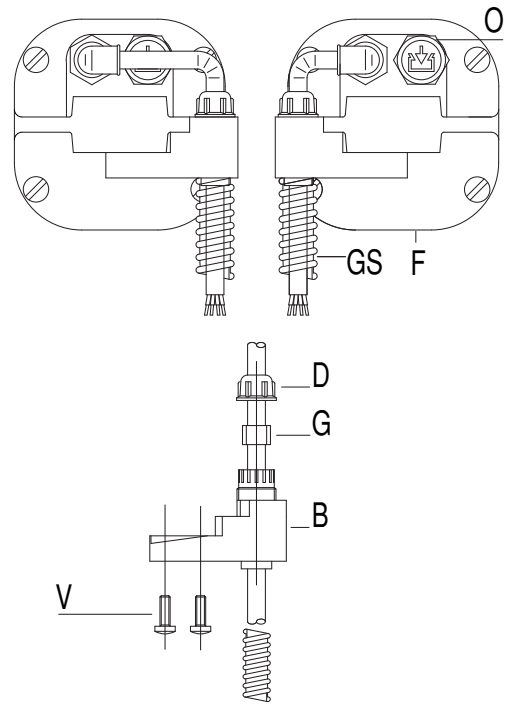

Fig. 19
Predisporre l'impianto elettrico (fig.19) facendo riferimento alle norme vigenti per gli impianti elettrici. Tenere nettamente separati i collegamenti di alimentazione di rete dai collegamenti di servizio (fotocellule, coste sensibili, dispositivi di comando ecc.).
Realizzare i collegamenti dei dispositivi di comando e di sicurezza in armonia con le norme per l'impiantistica. In fig.19 è riportato il numero di collegamenti e la sezione per una lunghezza dei cavi di alimentazione di 100 metri; per lunghezze superiori, calcolare la sezione per il carico reale dell'automazione. Quando la lunghezza dei collegamenti ausiliari supera i 50 metri o passa in zone critiche per i disturbi, è consigliato disaccoppiare i dispositivi di comando e di sicurezza con opportuni relè.
Le scatole di derivazione dell'alimentazione devono essere predisposte ad un'altezza superiore a quella degli operatori per evitare fuoriuscite di olio (Fig. 19).
9.1) Componenti principali per una automazione sono (fig.19):